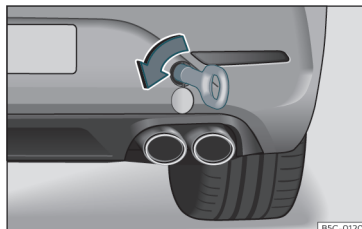

Abb. 46 Auf der rechten Seite des hinteren Stoßfängers: eingeschraubte Abschleppöse.
- Drehen Sie die Abschleppöse **entgegen dem Uhrzeigersinn** in die Aufnahme bis zum Anschlag»» **Abb. 46** »» ❶. Verwenden Sie ein geeignetes Hilfsmittel, um die Abschleppöse festzuziehen.